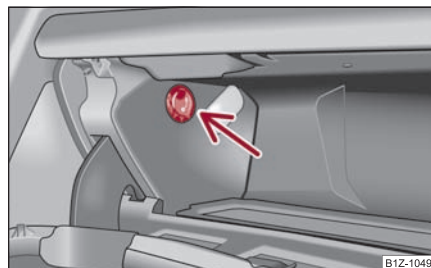

Fig. 119 Compartimento guardaobjetos: manejo de la refrigeración
- Abrir o cerrar la entrada de aire con el conmutador giratorio ⇒ **fig. 119**.